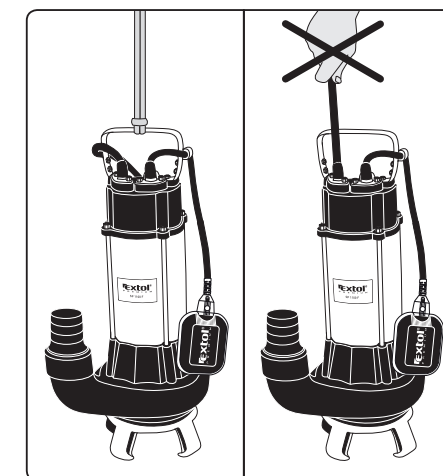

Abb. 5, Illustratives Bild
**7. Senken Sie die am Seil befestigte Pumpe langsam ins Wasser (Abb. 5), sodass die Pumpe vollständig in das Wasser in Bezug auf die Wasserspiegellänge eingetaucht ist. Die Pumpe darf nicht durch Halten am Versorgungskabel ins Wasser abgesenkt werden, da dies die Dichtung um das Kabel am Eintrittspunkt in die Pumpe beschädigen und Wasser in den elektrischen Teil der Pumpe eindringen kann, wodurch ein Stromschlag oder Tod verursacht werden kann.**